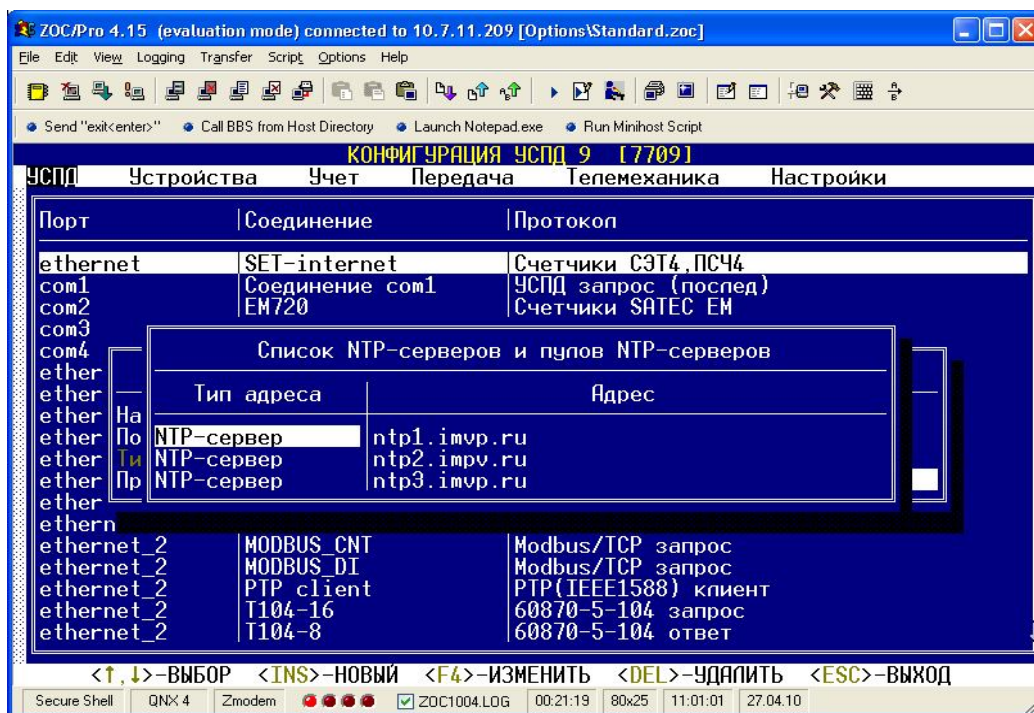

Рисунок 20
6.5.1.4 Нажмите «Enter» и установите список серверов для синхронизации времени: ntp1.imvp.ru, ntp2.imvp.ru и ntp3.imvp.ru. рисунок 20.